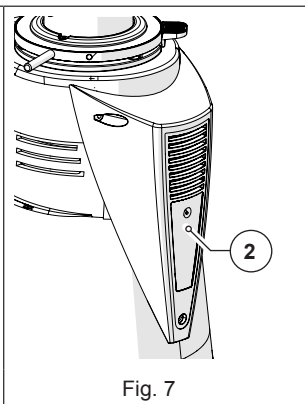

Fig. 7
- **Ventoinha de arrefecimento (Fig. 7)**